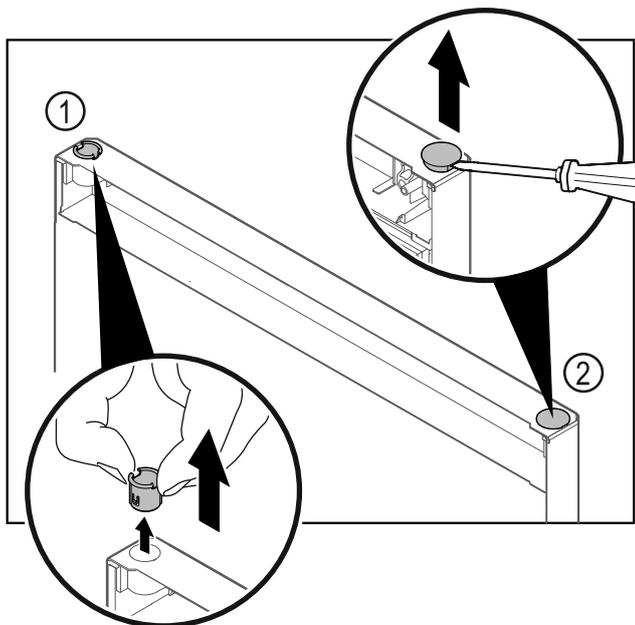

Fig. 21
- ▶ Пальцами вытяните шарнирную втулку Fig. 21 (1).
- ▶ Шлицевой отверткой осторожно подцепите и извлеките заглушку Fig. 21 (2).